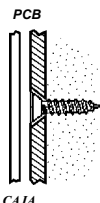

Figura 2: Posición Tornillo de Montaje
6. Monte la tapa posterior del transmisor sobre la pared utilizando dos tornillos. Use tornillos ISO 7050 (ST3.5 x 22) o similares de modo tal que la cabeza del mismo no toque el PCB – *ver figura 2*.